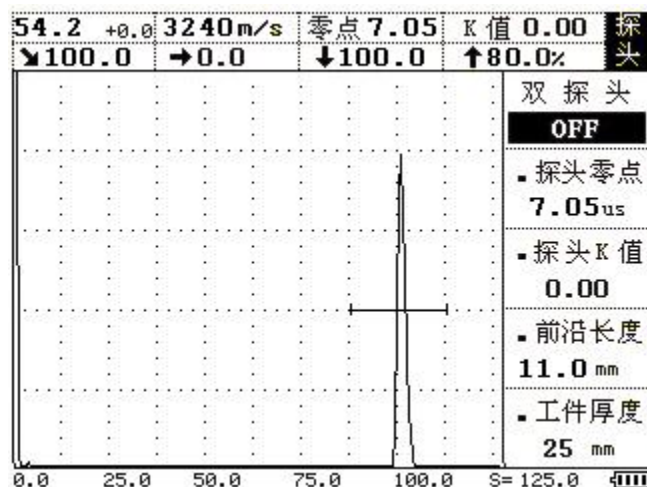

图 4-6
4、校准探头零点：将探头放在试块上并移动，使得 R100mm 的圆弧面的反射回波达到最高。在屏幕的左上角显示声程值，如这一数值不等于 100mm，按 **探头** 键进入探头菜单，再按 **▲**（上）或 **▼**（下）键调整到探头零点子菜单，再用 **◀**（左）或 **▶**（右）键调整，使数值等于 100mm。或者直接按 **波峰记忆** 键，自动校准探头零点 如图 4-6 所示此时探头零点校准完毕。